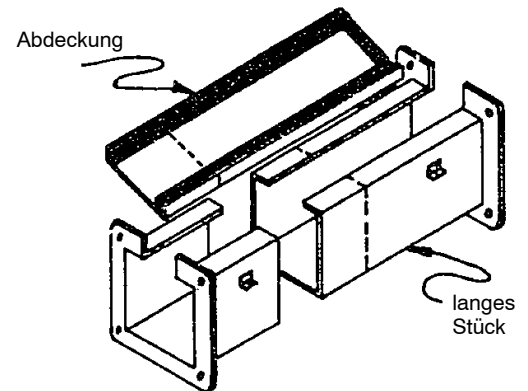

Abb. 12
V. Kürzbarer Teleskopkabelkanal (Abb. 12)